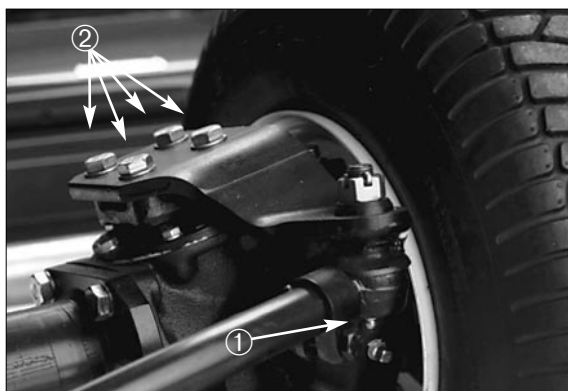

Fig. 6
2. Fjern en kontrolprop fra den ene ende af akslen. Sørg for, at olien står op til bunden af hullet. Hvis oliestanden er lav, fjern en monteringsbolt over hver endeprop og hæld nok olie på, til den står op til bunden af hullet (Fig. 6).